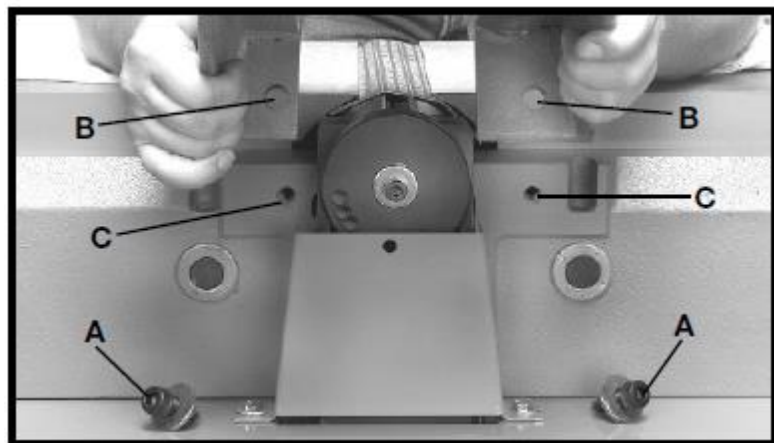

Рис. 8
1. Вывернуть два винта с шестигранным шлицем M10 x 1,5 – 30 (A), рис. 8, и снять плоские шайбы 10 мм с задней части основания фуговального станка в позиции (C).
2. Совместить два отверстия (B), рис. 8, в узле каретки параллельного упора с двумя резьбовыми отверстиями (C) в задней части основания фуговального станка. Вставить винт с шестигранным шлицем M10 x 1,5 – 30 с плоской шайбой 10 мм в отверстие узла каретки параллельного упора и ввернуть винт в резьбовое отверстие в задней части основания фуговального станка. Повторить данную операцию в другом отверстии узла каретки параллельного упора и резьбового отверстия в основании фуговального станка.
После выравнивания узла каретки параллельного упора с выводным столом надёжно затянуть два винта (A), рис. 8, шестигранным ключом 8 мм.